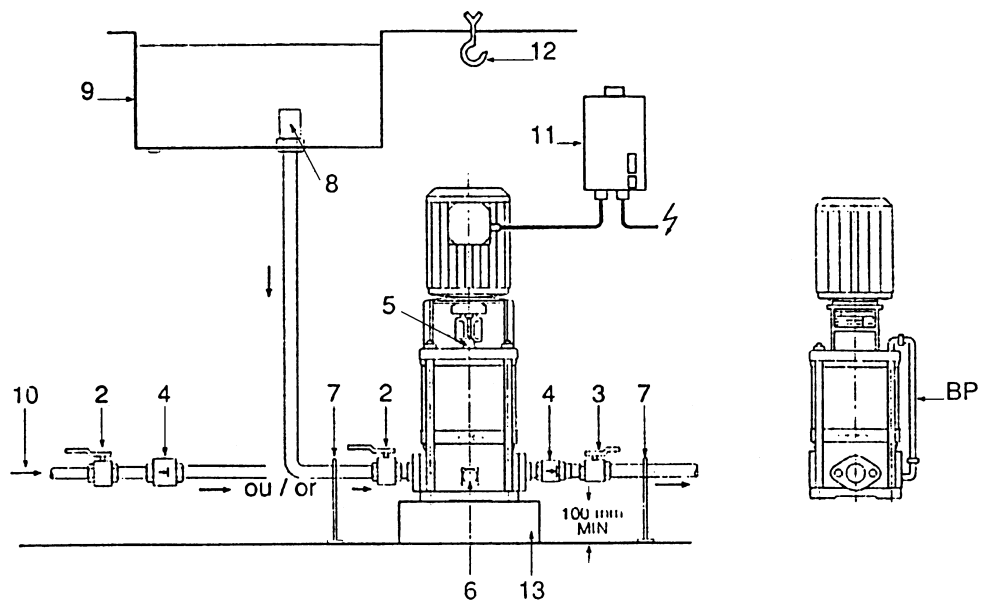

Рис. 2
- Устанавливайте насос таким образом, чтобы обеспечить свободное место для доступа при разборке, ремонте и демонтаже. Устанавливайте перпендикулярно на жестком и тяжелом бетонном фундаменте (рис. 2, 3). Предусмотрите виброизолирующие прокладки между фундаментом и полом.
- Используйте грузоподъемные механизмы (рис. 2, поз. 12). Рекомендуется предусмотреть грузовую балку над местом монтажа насосов. Данные о массе насосов указаны в каталоге.
- Подсоедините всасывающий и напорный патрубки, избегая напряжений. Далее установите виброгасящие компенсаторы или избегайте протяженных участков трубопровода для снижения уровня вибрации. Трубы должны крепиться к основанию, чтобы их вес не передавался на насос (рис. 2, поз. 7).
- Запорные устройства (рис. 2, поз. 2 и 3) должны быть установлены на входе и выходе насоса, чтобы избежать необходимости опорожнения и повторного заполнения системы в случае демонтажа/замены насоса.
- На выходе насоса должен быть установлен обратный клапан (рис. 2, поз. 4)
- В случае прямого подключения к коммунальной сети водопровода для питьевой воды всасывающий патрубок также должен быть оснащен обратным клапаном (рис. 2, поз. 4) и запорным вентилем (рис. 2, поз. 2)
- Если забор воды производится из резервуара, необходимо установить фильтр на всасывающей магистрали (рис. 2, поз. 8), чтобы предотвратить попадание загрязнений в насос.
- При работе с горячими или загазованными средами должна быть установлена перепускная трубка (рис. 2, поз. BP) - принадлежность
- Закрывать оба запорных вентиля (перед насосом и после него) и отверните винт (рис. 2, поз. 5) для дренажа воздуха из насоса на полтора-два оборота.
- Медленно открыть запорный вентиль (рис. 2, поз. 2) на входе в насос пока воздух из насоса не выйдет полностью и из дренажного отверстия не начнет сочиться вода. Заверните винт.
Если место установки не защищено от замерзания, то в холодное время года необходимо слить воду из насоса и трубопроводов. Для этого закрыть запорные вентили и открыть сливное отверстие (рис.2, Поз. 6) и винт для дренажа воздуха (рис. 2, Поз. 5).